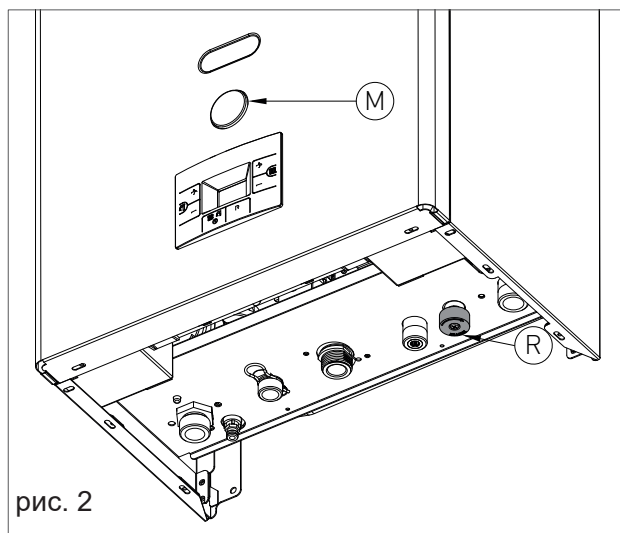
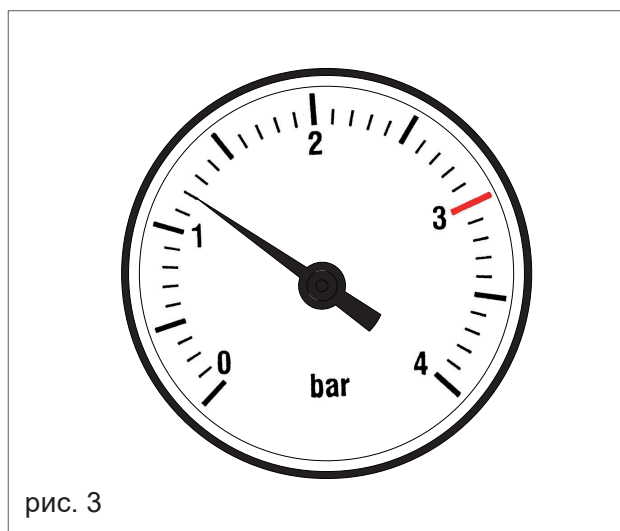

рис. 2
рис. 3
Для правильного размещения оборудования следуйте указаниям ниже (см. рис. 2):
3. Откройте подпиточный кран R (рис. 2);
4. При помощи манометра M (рис. 2) убедитесь, что давление в системе достигает 1,2 бар (рис.3);
5. После выполнения этой операции убедитесь, что подпиточный кран R (рис. 2) плотно закрыт.
8. Если после выполнения этих операций вы обнаружите, что давление воды в системе понизилось, снова откройте подпиточный кран R и дождитесь, пока манометр не покажет значение давления 1,2 бар (рис. 3).